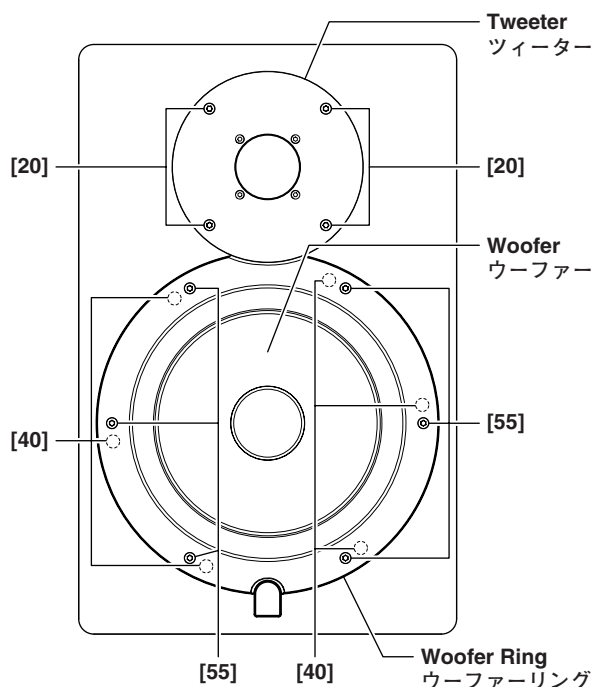

Fig. 1 (図 1)
- ⑤ ROOM CONTROL スイッチ
- ⑥ HIGH TRIM スイッチ
- ⑦ LOW CUT スイッチ
- ⑧ AC IN 端子
- ⑨ Power インジケータ
- 1-1 Remove the six (6) screws marked [55]. The woofer ring can then be removed. (Fig. 1)
- 1-2 Remove the six (6) screws marked [40]. The woofer can then be removed. (Fig. 1)
Remove the four (4) screws marked [20]. The tweeter can then be removed. (Fig. 1)
- 1-1 [55]の六角孔付きボルトを6本外し、ウーファーリングを外します。(図1)
- 1-2 [40]のネジを6本外し、ウーファーを外します。(図1)
[20]の六角孔付きボルトを4本外し、ツィーターを外します。(図1)